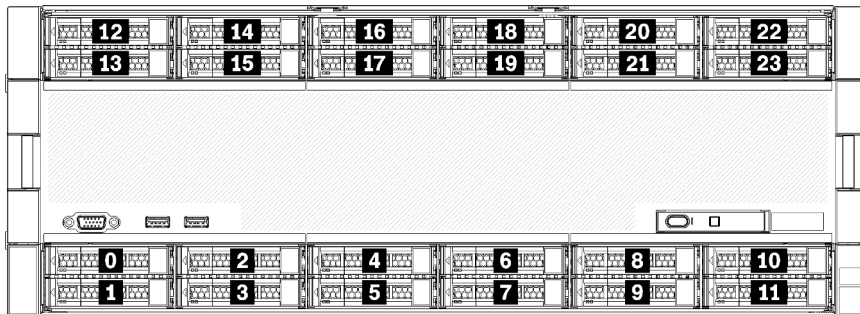

Figura 3. Ubicaciones de bahías de unidad
- Las dos unidades superiores admiten unidades de interfaz SAS, SATA o NVMe (Lenovo AnyBay). El servidor puede admitir hasta 12 unidades NVMe, según la configuración del servidor. Las bahías de unidad con capacidades NVMe son las bahías pares, como se muestra en Figura 3 “Ubicaciones de bahías de unidad” en la página 13.